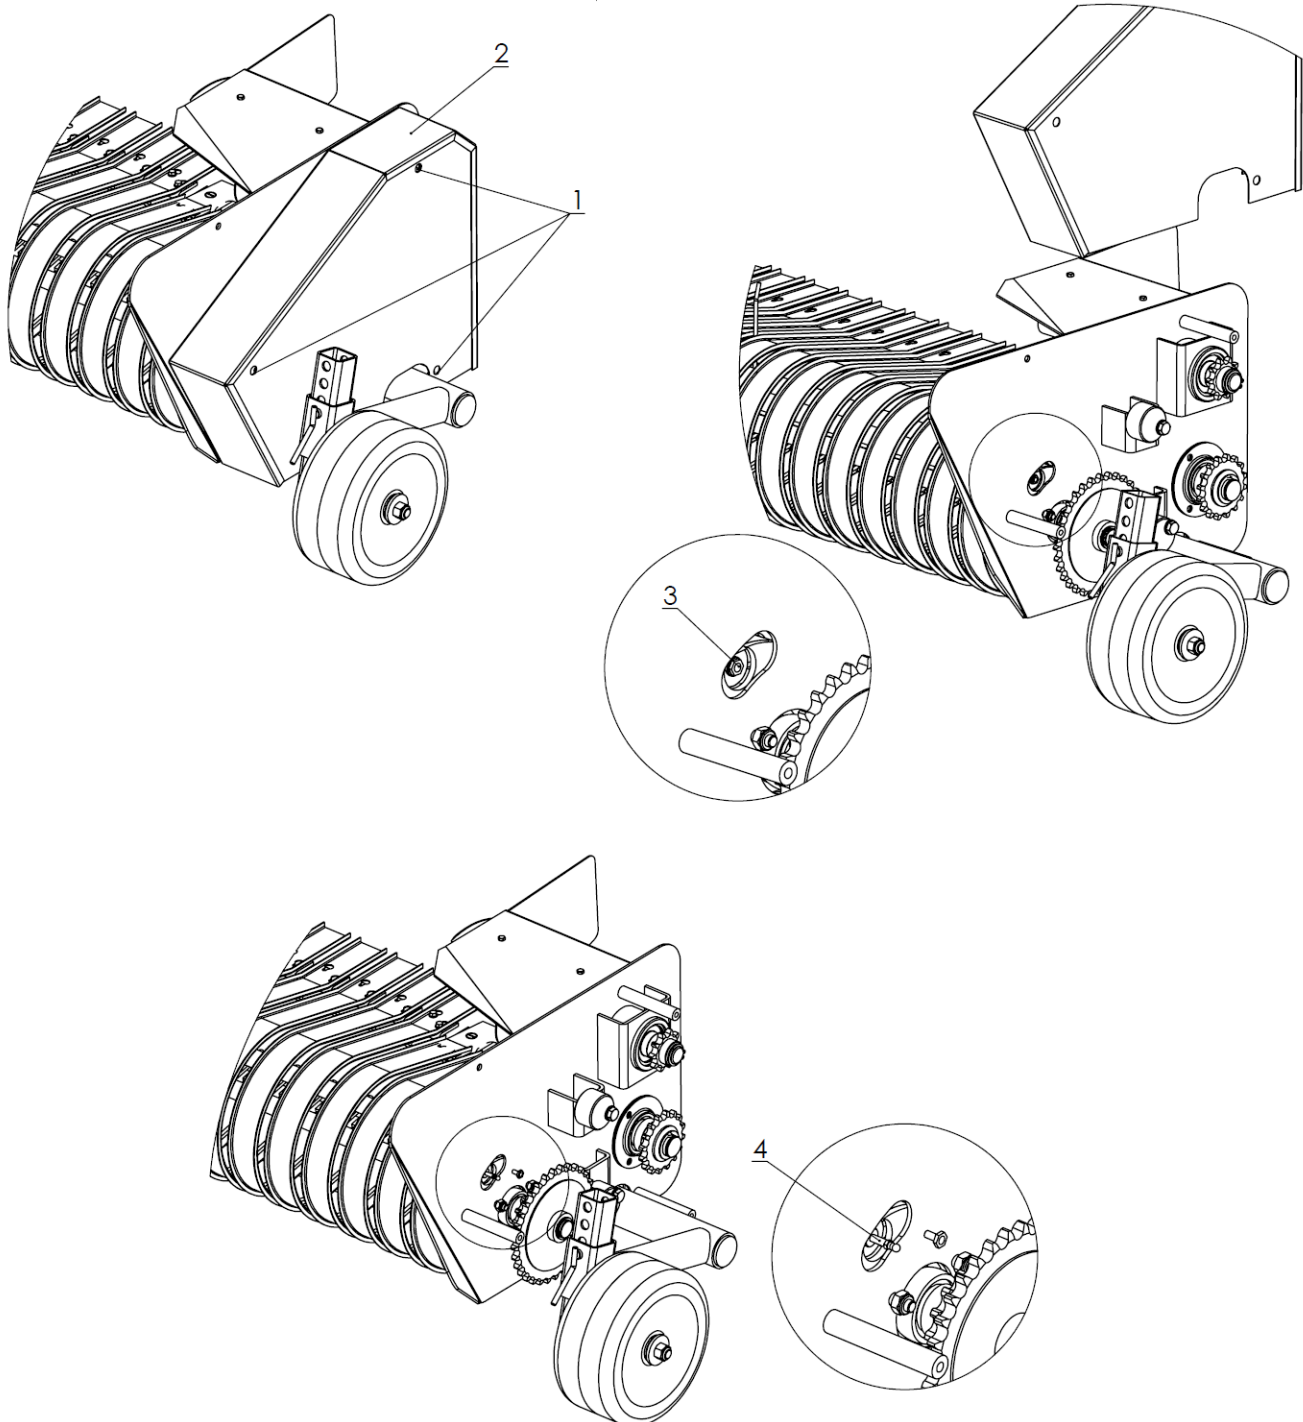

Figure 52. Point de graissage – rouleaux de la ramasseuse
Pour lubrifier les rouleaux de la ramasseuse (figure 52), retirer le capot (2) après avoir dévissé les trois vis (1). Dévisser ensuite la vis de sécurité (3) et la remplacer par le graisseur (4). Graisser les rouleaux de la ramasseuse. Retirer le graisseur et remettre en place la vis de retenue (3)